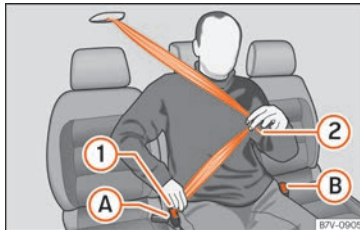

Abb. 91 Sicherheitsgurt am mittleren Sitz in der zweiten Sitzreihe anlegen.
- Gurtband an der Schlosszunge »» **Abb. 91**  nach unten ziehen. **Den** Gurt nicht verdrehen »» .
- Gurtband an der Schlosszunge »» **Abb. 91**  über das Becken des Insassen ziehen.
» » **Abb. 91 (A)**. Die Schlosszunge springt heraus.
» » **Abb. 91 (B)**. Die Schlosszunge springt heraus.